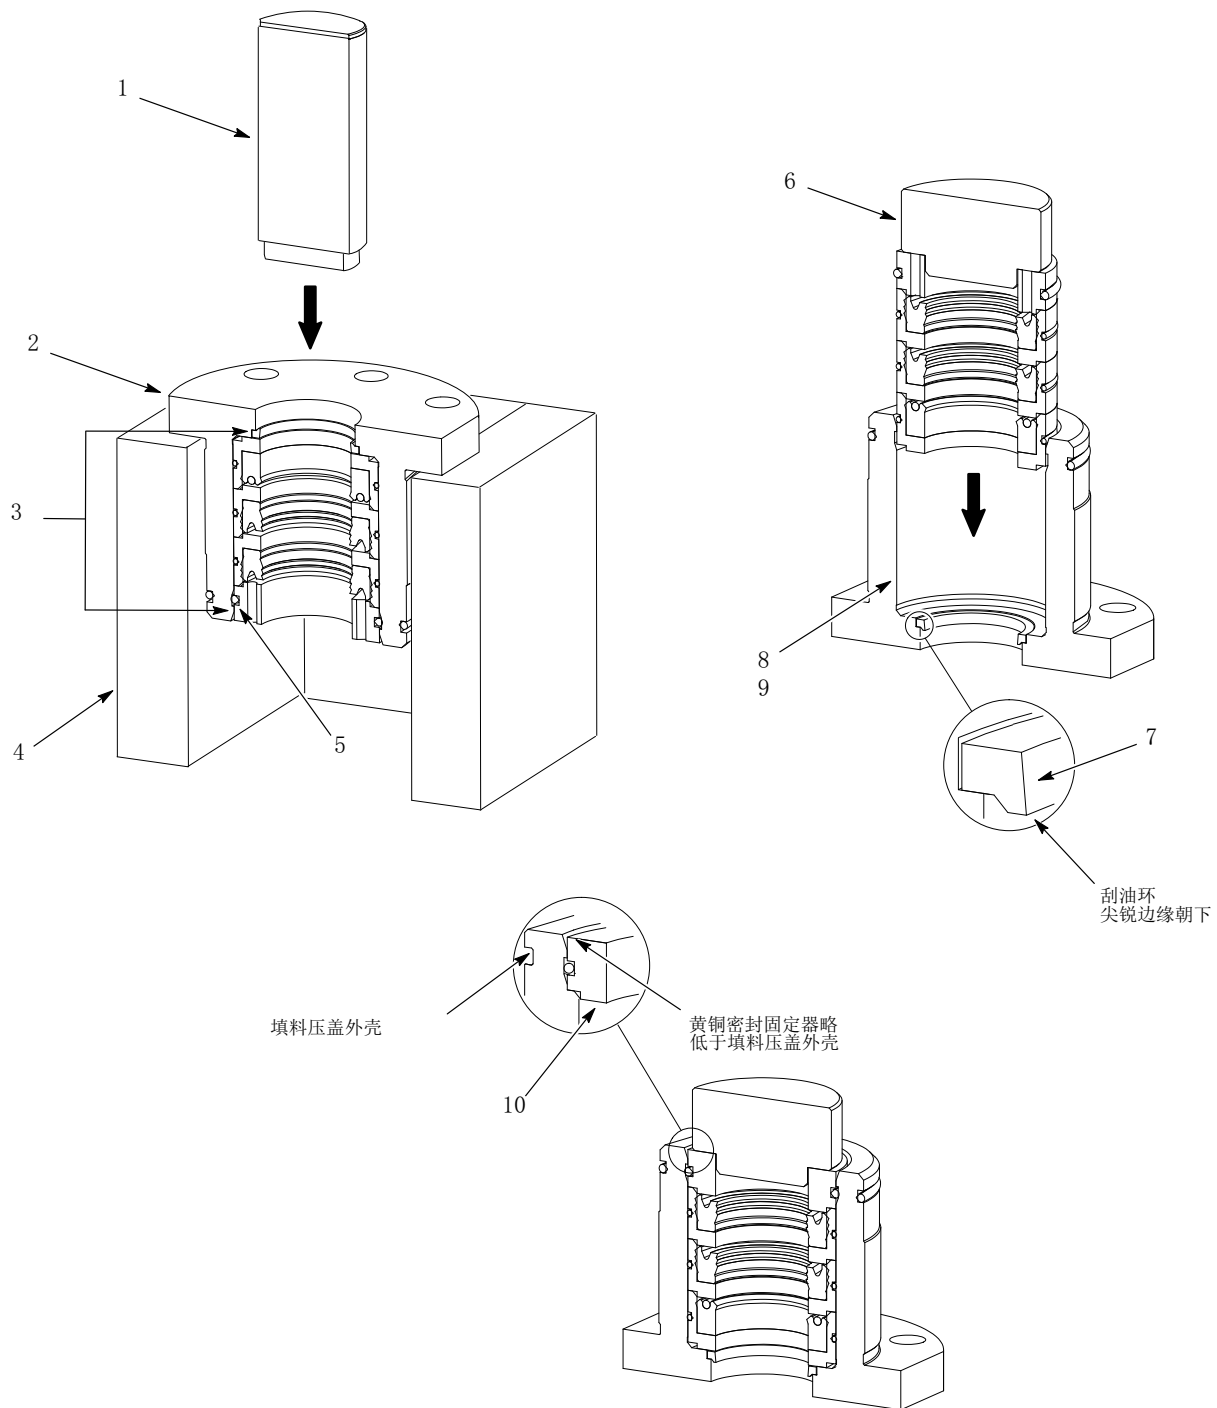

图 11 更换填料压盖的内部零件
1. 详见图11。将填料压盖外壳(2)放在固定装置(4)上。